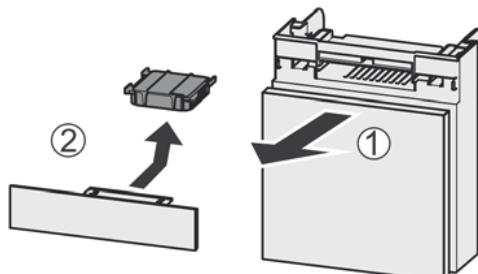

Fig. 82
- Вытянуть Fig. 82 (1) отделение движением вперед.
- Извлечение Fig. 82 (2) фильтра с активированным углем.